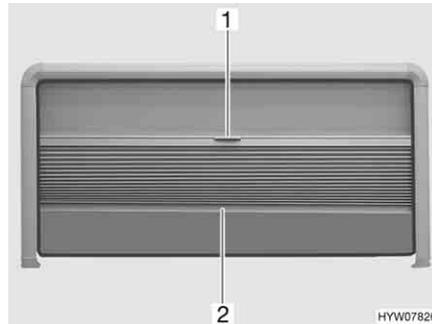

Fig. 65 Ventana abatible
- Coger el estor plegable por el centro de la tablilla final (Fig. 65,2) y tirar con cuidado hacia abajo.
- Sujetar la tablilla final (Fig. 65,2) del estor plegable por el centro y empujar el estor plegable cuidadosamente hacia arriba.
- Tirar hacia abajo la mosquitera enrollable (Fig. 65,1) mediante el tirador.
- Empujar completamente hacia arriba la mosquitera enrollable (Fig. 65,1) mediante el tirador.